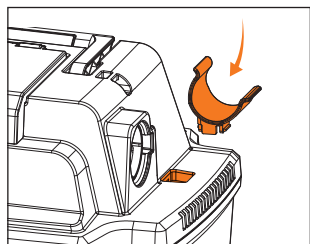

Рис. 11
- Установите ложементы держатели шланга в посадочные места (Рис. 11).